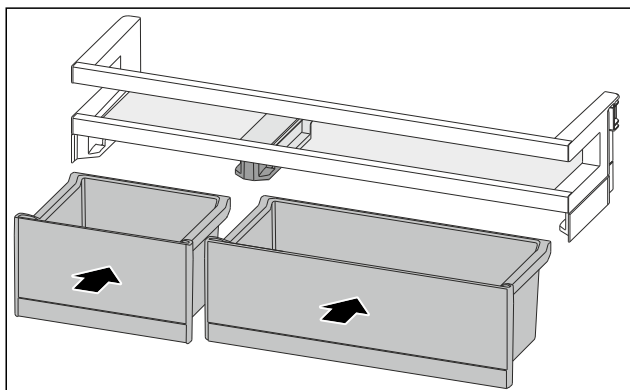

Fig. 173
- ▶ Vstavite bokse VarioBox v obratnem vrstnem redu. (glejte Fig. 173)